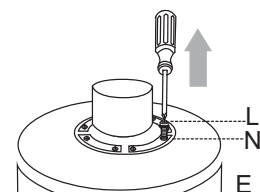

Fig. 5
5. Saque los tornillos del motor (L) y las arandelas de seguridad (N) del lado inferior del motor. Si es necesario, deseche los plásticos. [Fig. 5]